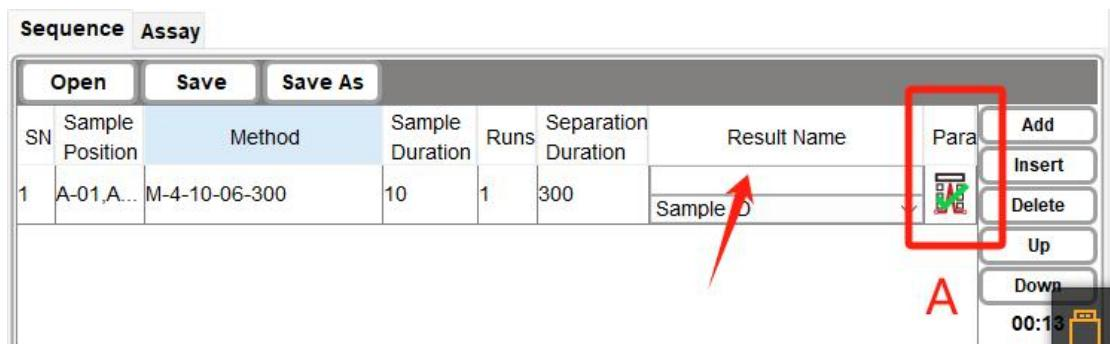
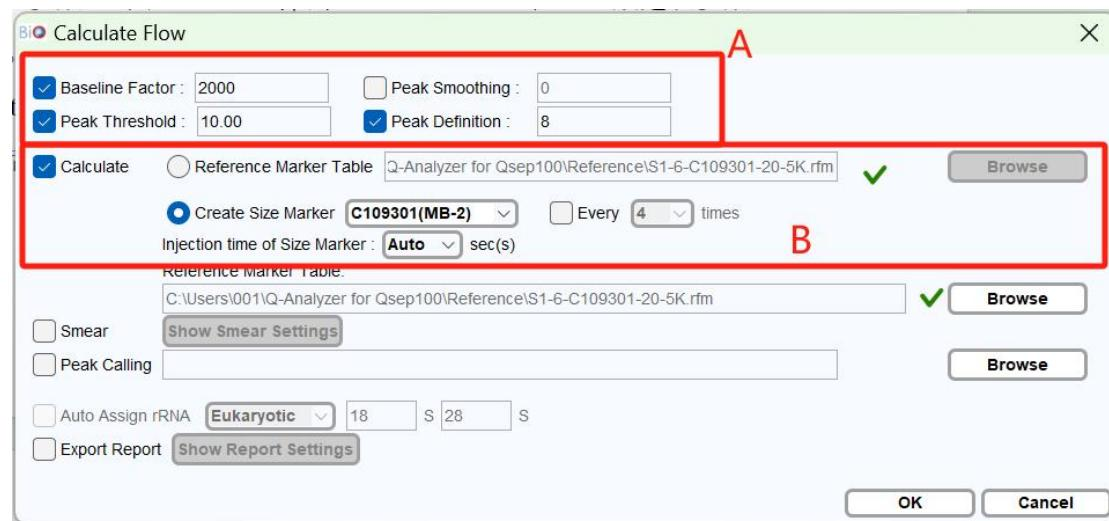

图 15 Result Name 选填
图 16 参数调整
(3) 在 Result Name 下面空框中可输入这一批样本的总名称（前缀，也可以空着）(图 15);
(4) 点击 Para (参数) (图 15, A), 弹出 Calculate Flow 框, 一般建议参数如图 16A 所示。勾选 Calculate, 可根据计算准确度需要选择调用 Reference Marker 或者 Create Size Marker (图 16-B 为新建 size marker。为保证实验结果的准确性, 建议每天先新建一次 Size Marker 之后调用当天的 Reference), 之后点击 OK, 完成程序设置。